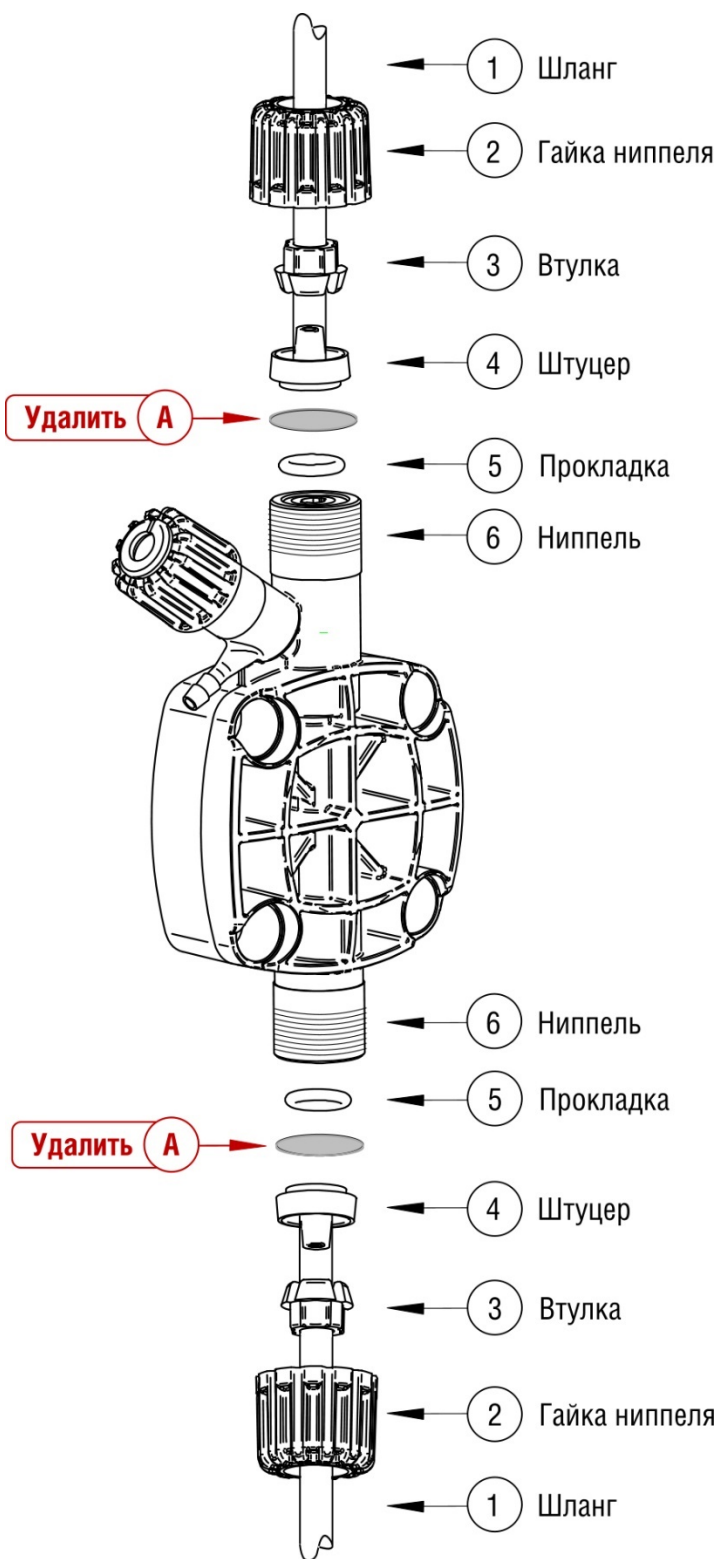

Рис. 4
- Отсоединить от сетевой розетки или отключить питание двухполюсным выключателем с минимальным расстоянием между контактами 3 мм (Рис. 4)
#### Порядок подсоединения шлангов забора и сброса реагента к головке насоса (Рис. 4):